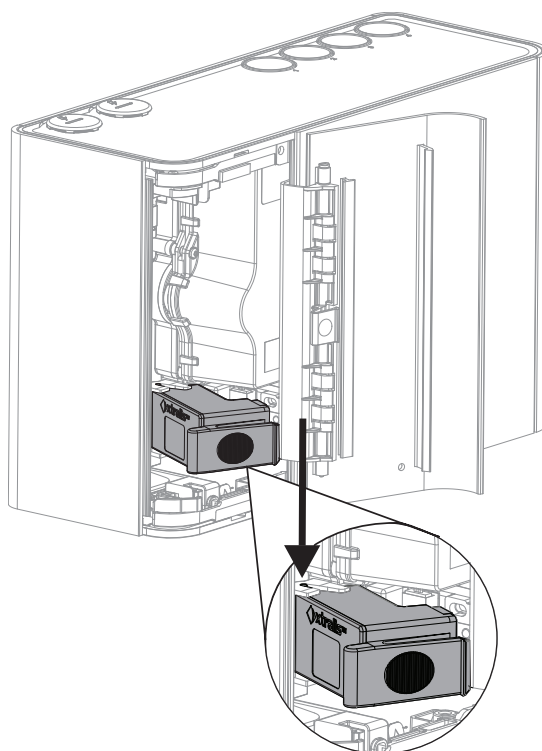

Figura 7-5: Encaje los pernos de bisagra
1. Incline el filtro hacia la izquierda y coloque los pernos de bisagra en los huecos correspondientes (Figura 7-5).